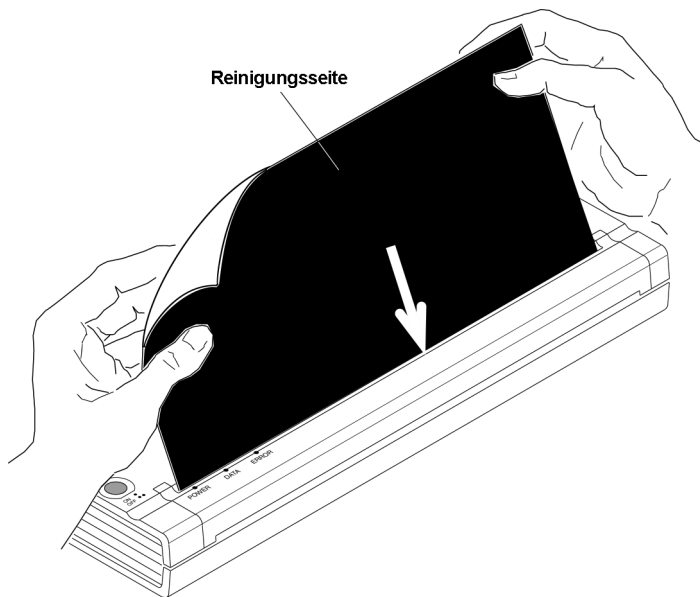

Abbildung 18. Reinigung der Andruckwalze.
4. Führen Sie das mit dem Drucker gelieferte schwarze Reinigungstuch in den Papierschacht des Druckers ein und achten Sie dabei darauf, dass die raue schwarze Seite mit dem Reinigungsmittel zur Vorderseite des Druckers zeigt. Siehe Abbildung 18. Der Drucker zieht das Reinigungstuch durch.